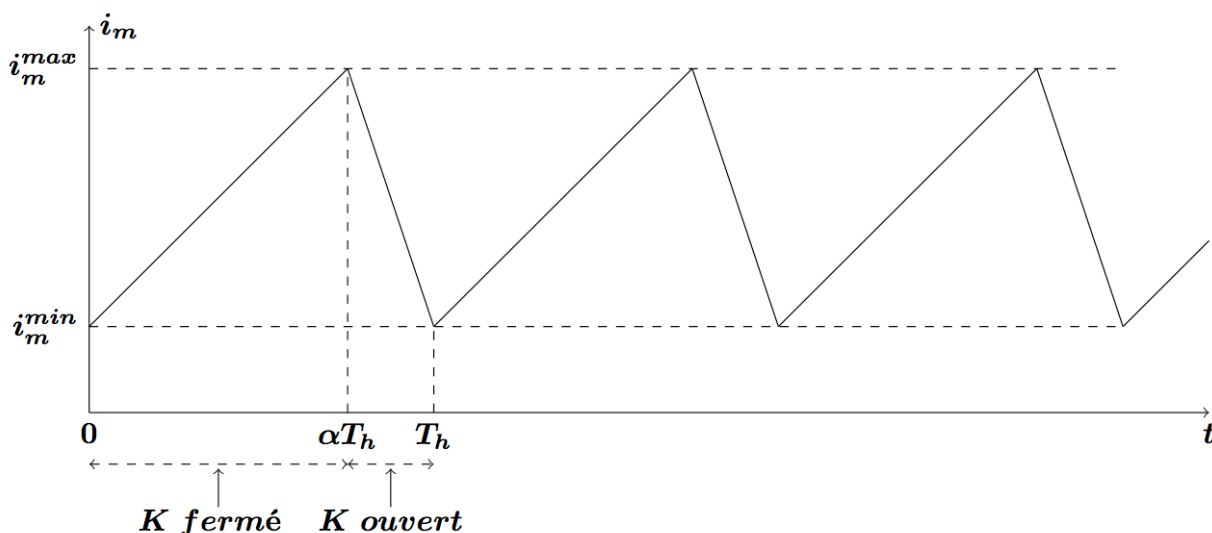

Figure 6 : ( $i_m^{min} = 45A$  et  $i_m^{max} = 55A$ ).
- 2.4. Le graphe de la figure 6 donne l'allure en fonction du temps de l'intensité du courant  $i_m(t)$  circulant dans l'induit du moteur.